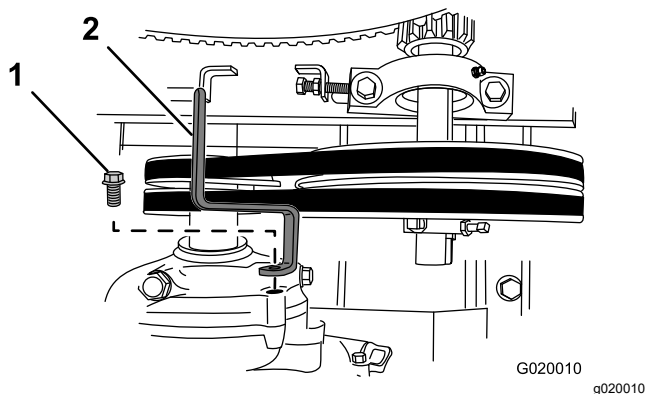

Figure 67
6. Retirez le boulon qui fixe le guide-courroies au moteur, et déposez le guide (Figure 67).
10. Fixez légèrement le guide-courroies au moteur (Figure 67) avec le boulon retiré à l'opération 6 de Dépose des courroies \(page 46\).